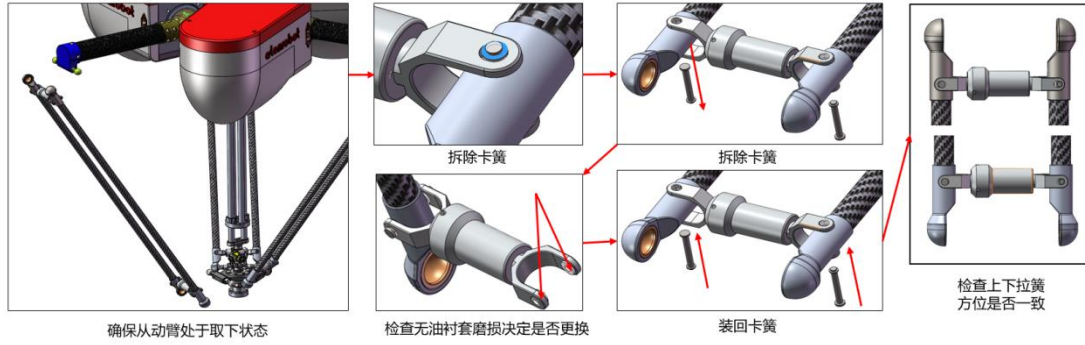

图 3-5 更换拉簧及无油衬套
3、若调紧后依然无效，则需要更换拉簧组件；同时针对第五种情况，在更换拉簧组件的同时也可以完成对无油衬套的更换。方式如图 3-5：